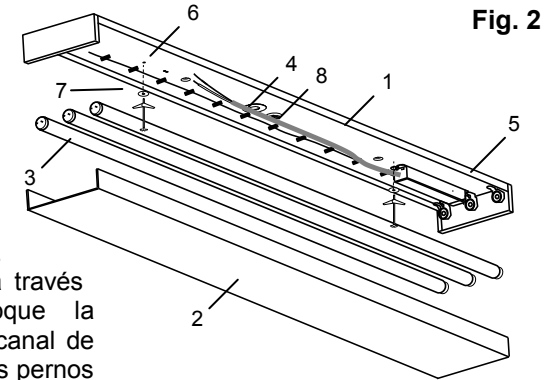

Fig. 2
1. Coloque el canal de la luminaria (1) al ras del techo. Asegúrese de centrar el agujero central (4) sobre la caja de distribución eléctrica o abertura en el techo para el cableado de alimentación. Marque la ubicación de los hoyos para montaje (6).
2. Perfore agujeros de 1/4" en los lugares marcados. (Fig. 2) Nota: Si encuentra una
3. Coloque el canal de luminaria (1) sobre la caja de distribución eléctrica o la abertura del techo. Jale los cables de alimentación a través del agujero central (4). Coloque la luminaria a ras del techo. Fije el canal de luminaria (1) en el techo usando los pernos de 1/8" x 3" y arandelas de 1" de diámetro (7) (no incluidas). (Fig. 2) Nota: Utilice un tornillo para madera / arandela de combinación si una viga del techo se encontró en el 2do paso.
5. Conecte el cable de tierra de alimentación con el tornillo a tierra del luminario (8). (Fig. 2 y 3)
6. Instale las lámparas fluorescentes (3). Introduzca los pasadores de lámpara fluorescente (3) a cada lado de la lámpara en las ranuras centrales de los casquillo opuestos de la lámpara (5). Gire cada lámpara (3) un cuarto de vuelta hasta que encaje en su lugar. (Fig. 2) Nota: Instale los tipos de lámparas y tamaños que se indican en la etiqueta de reemplazo de la lámpara. No exceda las especificaciones de potencia indicada en la misma etiqueta.